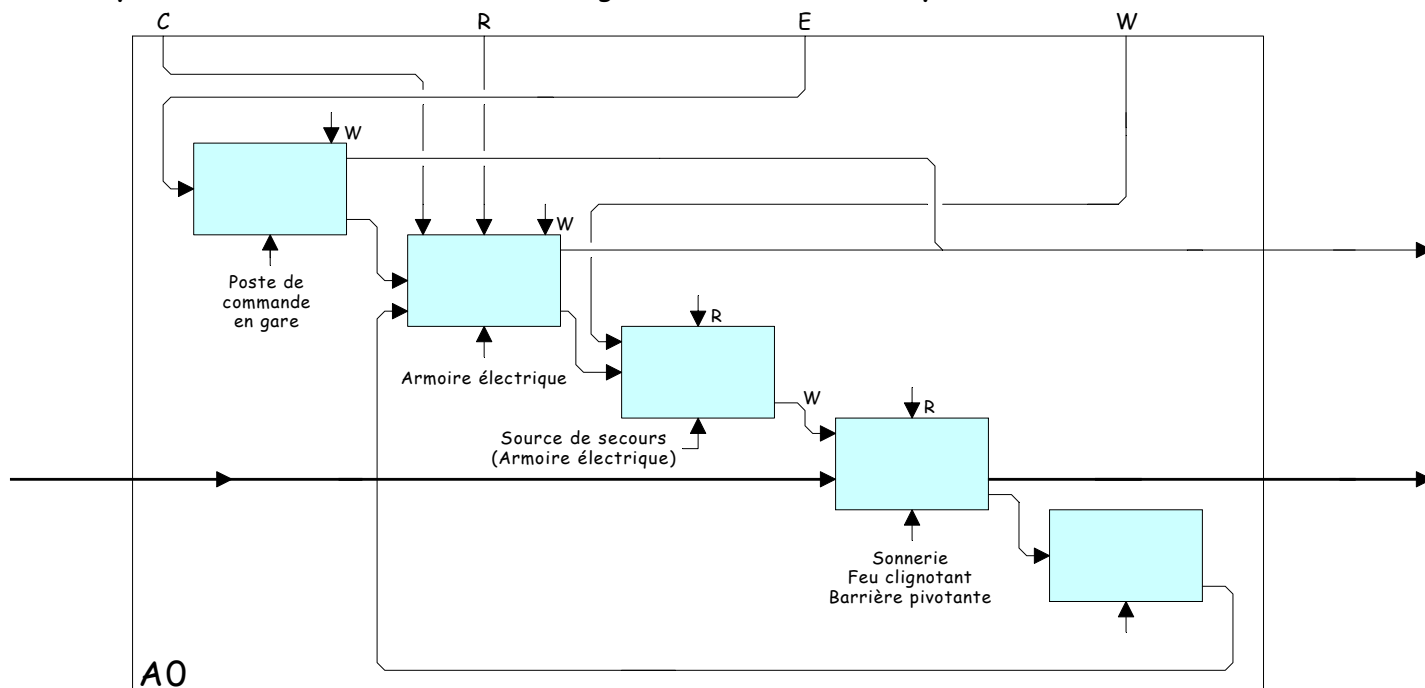

fig. 4
4. - A partir des deux exercices précédents sur le système passage à niveau, compléter la décomposition de niveau A0 (figure 4, ci-dessous).